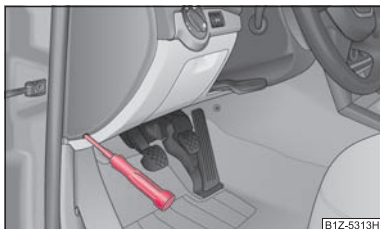

Fig. 143 Cubierta de fusibles: lado izquierdo del cuadro de instrumentos
- Retire la tapa de los fusibles en el lado del cuadro de instrumentos con ayuda de un destornillador ⇒ fig. 143, o la tapa de los fusibles en el vano motor ⇒ página 164.